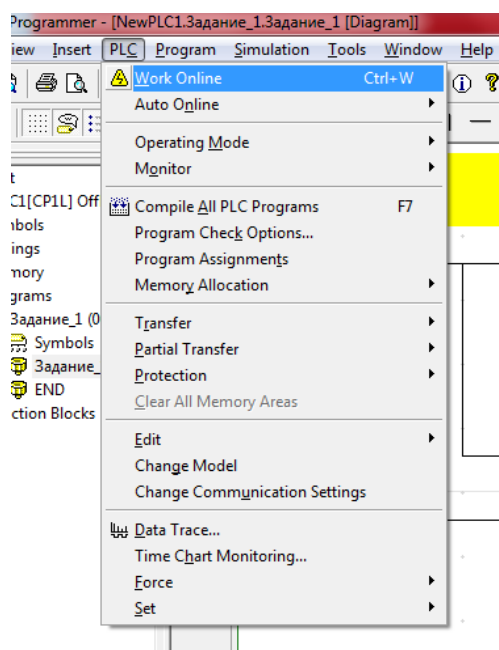

Рисунок 46 – Выбор соединения с ПЛК
2. В главном меню выберите [PLC] – [Work Online] (ПЛК – Соединение с ПЛК) (рисунок 46). Отобразится запрос на подтверждение перехода в режим on-line